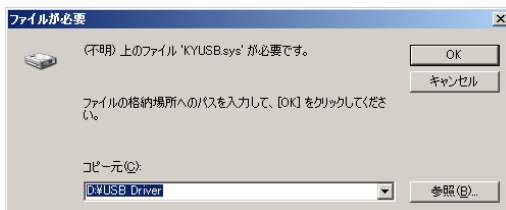
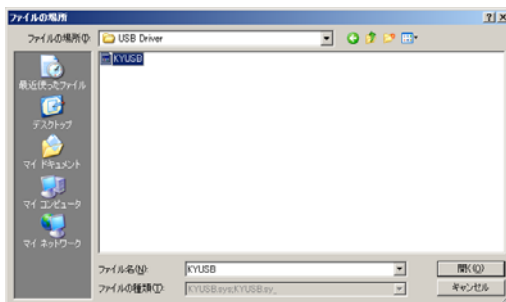

図 13. USB ドライバのインストール画面 4
図 14. USB ドライバのインストール画面 5
- ④ Windows のバージョンによっては、図 13 のようなメッセージが表示される場合があります。この場合、『参照』ボタンをクリックし、図 14 の画面で CD ドライブの『USB Driver』フォルダを指定して『OK』ボタンをクリックしてください。